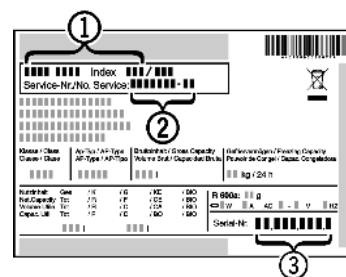

Fig. 56
- ▶ Označení přístroje *Fig. 56 (1)*, servisní číslo *Fig. 56 (2)* a sériové číslo *Fig. 56 (3)* naleznete na typovém štítku. Identifikační typový štítek je umístěn na levé vnitřní stěně přístroje.